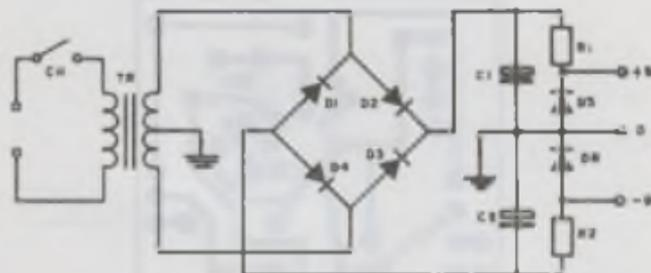

FIGURA 7: Esquema da fonte de alimentação que pode ser usada para a alimentação do circuito da fig. 3
2) A segunda opção seria de utilizar uma fonte de alimentação de saídas simétricas em relação ao "terra". O esquema desta fonte pode ser visto na figura 7. A tensão A regulada pelos diodos zener e a limitação de corrente é feita pelos resistores $R1$ e $R2$. Como o circuito de fonte é simples, pode ser perfeitamente montado em pontes.
LISTA DE MATERIAL DA FIGURA 7